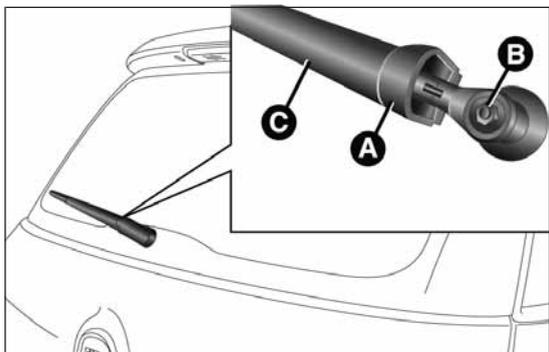

fig. 212
- soulever le couvercle A fig. 212, dévisser l'écrou B et retirer le bras C ;